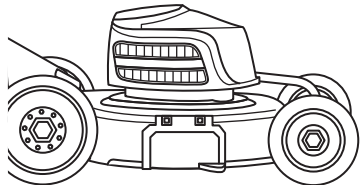

Fig. 5
2. Cierre la puerta del mantillo. La cortadora de césped está ahora lista para la operación de mantillo. (Fig. 5)